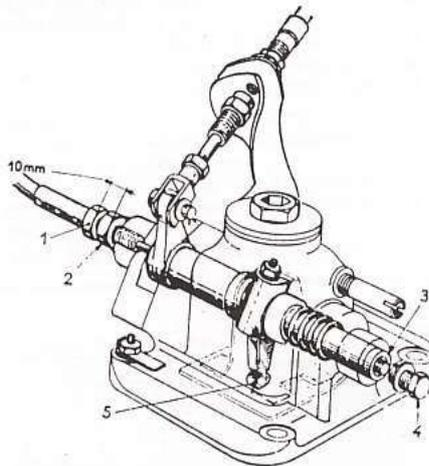

Fig. 39. — Réglage de la commande de sélecteur (câble inférieur sur couvercle de BV)
I. — Réglage de la sélection (câble horizontal) (fig. 39)
- Débloquer l'écrou de réglage (4) jusqu'à le dégager de l'axe du levier.
- Placer la vis de réglage de la gaine (1), à 10 mm environ de la bride de maintien du levier de passage des vitesses. Bloquer le contre-écrou (2).
- Visser l'écrou de réglage (4), tout en exerçant une légère pression sur l'embout fileté du câble. Bloquer l'écrou (4).
— Côté couvercle supérieur de boîte de vitesses (voir fig. 39).
(voir fig. 39)